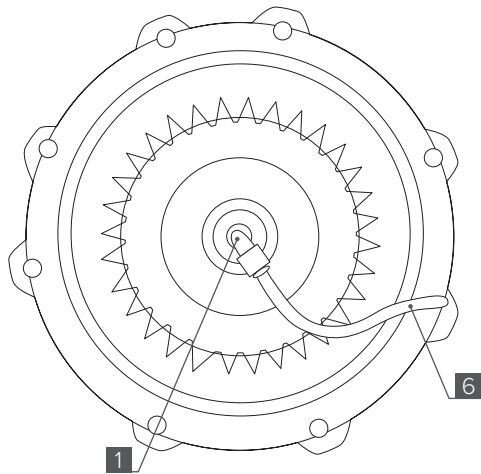

Рис. 5
4. Установите фитинг вращающийся [1] в бортовой вал. Рис. 5.